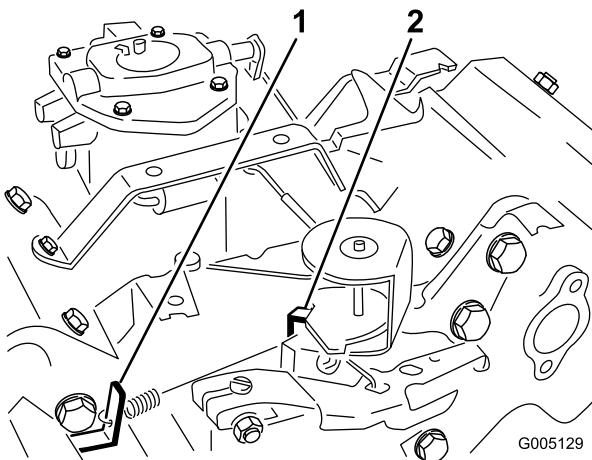

Figure 36
3. Courbez la languette d'ancre du ressort de ralenti réglé (Figure 36) pour obtenir un régime de ralenti de 1625 ± 100 tr/min. Vérifiez le régime avec un compte-tours.
5. Réglez la manette d'accélérateur en position Haut régime. Pliez la languette d'ancrage du ressort de haut régime (Figure 36) pour obtenir un régime maximum de marche à vide de 2850 ± 50 tr/min.